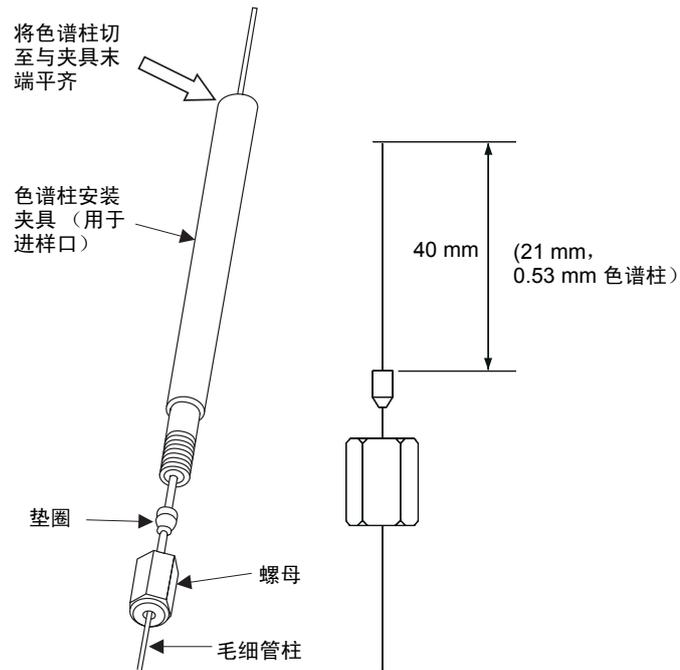

图 2.7 使用色谱柱安装夹具
- (1) 将毛细管柱推过聚胺酯垫圈和螺母。请参阅图 2.7 “使用色谱柱安装夹具”。
- (2) 将毛细管柱末端插入色谱柱安装夹具 (P/N 225-11657-09) 内，保持毛细管柱从夹具末端伸出约 1 cm 长；如图 2.7 “使用色谱柱安装夹具” 所示，拧紧螺母将其固定。将毛细管柱末端伸出来的部分切掉。